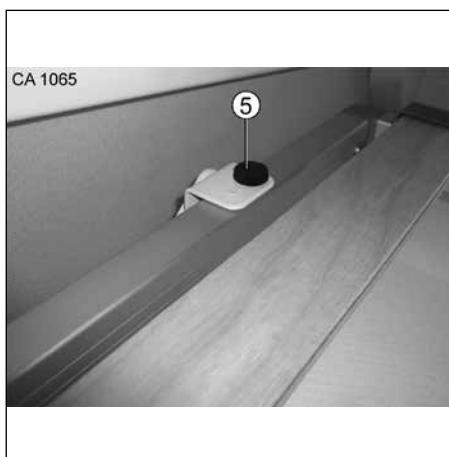

Fig. 28 Ur- och inmontering av den främre överslafen
3. Lossa låsskruvarna (Fig. 28, pos. 5) på höger och vänster sida.